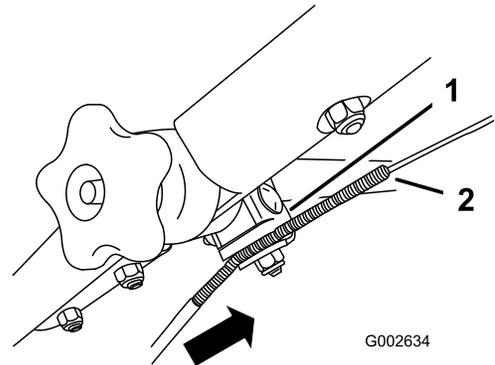

**Figura 46**
3. Tire hacia abajo de la cubierta del cable hasta eliminar la holgura en el cable expuesto (Figura 46).